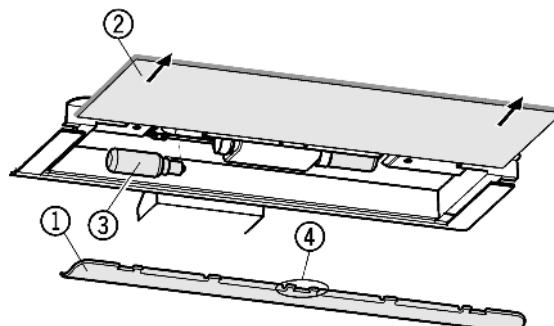

Fig. 37
- Снятие наладки Fig. 37 (1): сзади возьмитесь пальцем за наладку и снимите её с фиксатора.
- Извлеките стеклянную полку Fig. 37 (2).
- Лампу накаливания Fig. 37 (3) заменить.
- Установка наладки на место: защелкните справа и слева, следя за тем, чтобы средний крюк Fig. 37 (4) захватил стеклянную полку.